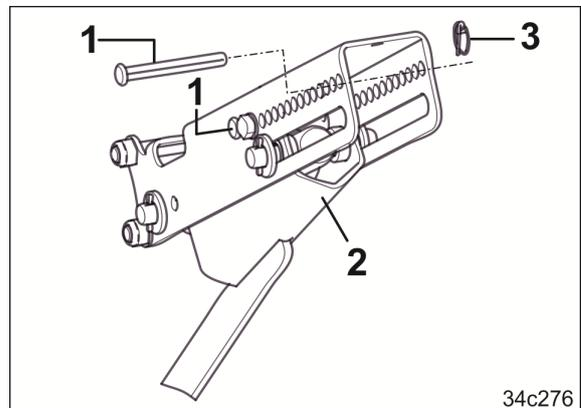

Fig. 149
2. Je einen Bolzen (Fig. 149/1) unter- und oberhalb des Anschlags (Fig. 149/2) in das Verstellsegment stecken und mit Klappsteckern (Fig. 149/3) sichern.